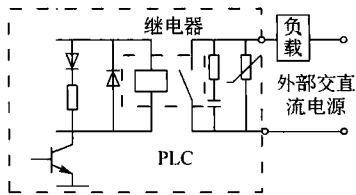

图 1-17 继电器输出
1) 继电器输出。如图 1-17 所示, 继电器输出采用电磁隔离, 用于交流、直流负载, 但接通、断开的频率低。